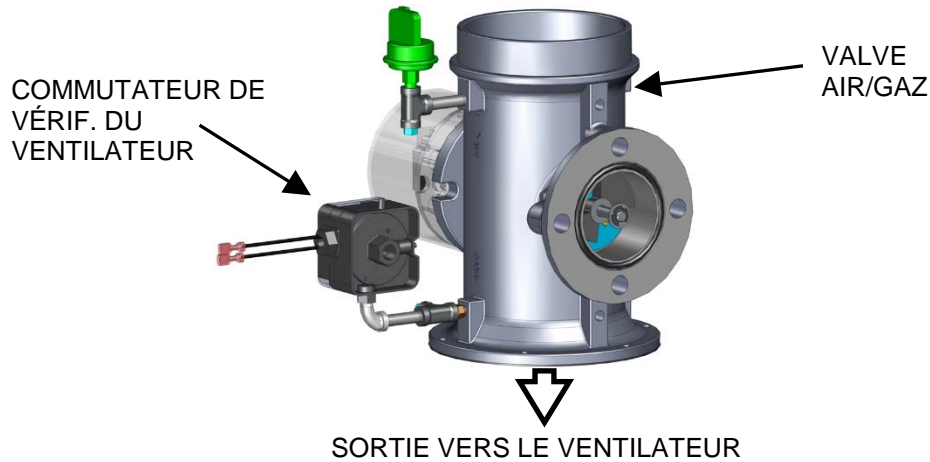

Figure 3-5. Commutateur de vérification du ventilateur
4. Puis, le commutateur de vérification du ventilateur de la valve air/gaz (figure 3-5) se ferme. L'affichage indiquera *Purging (Purge)* et indiquera le temps écoulé du cycle de purge en secondes.